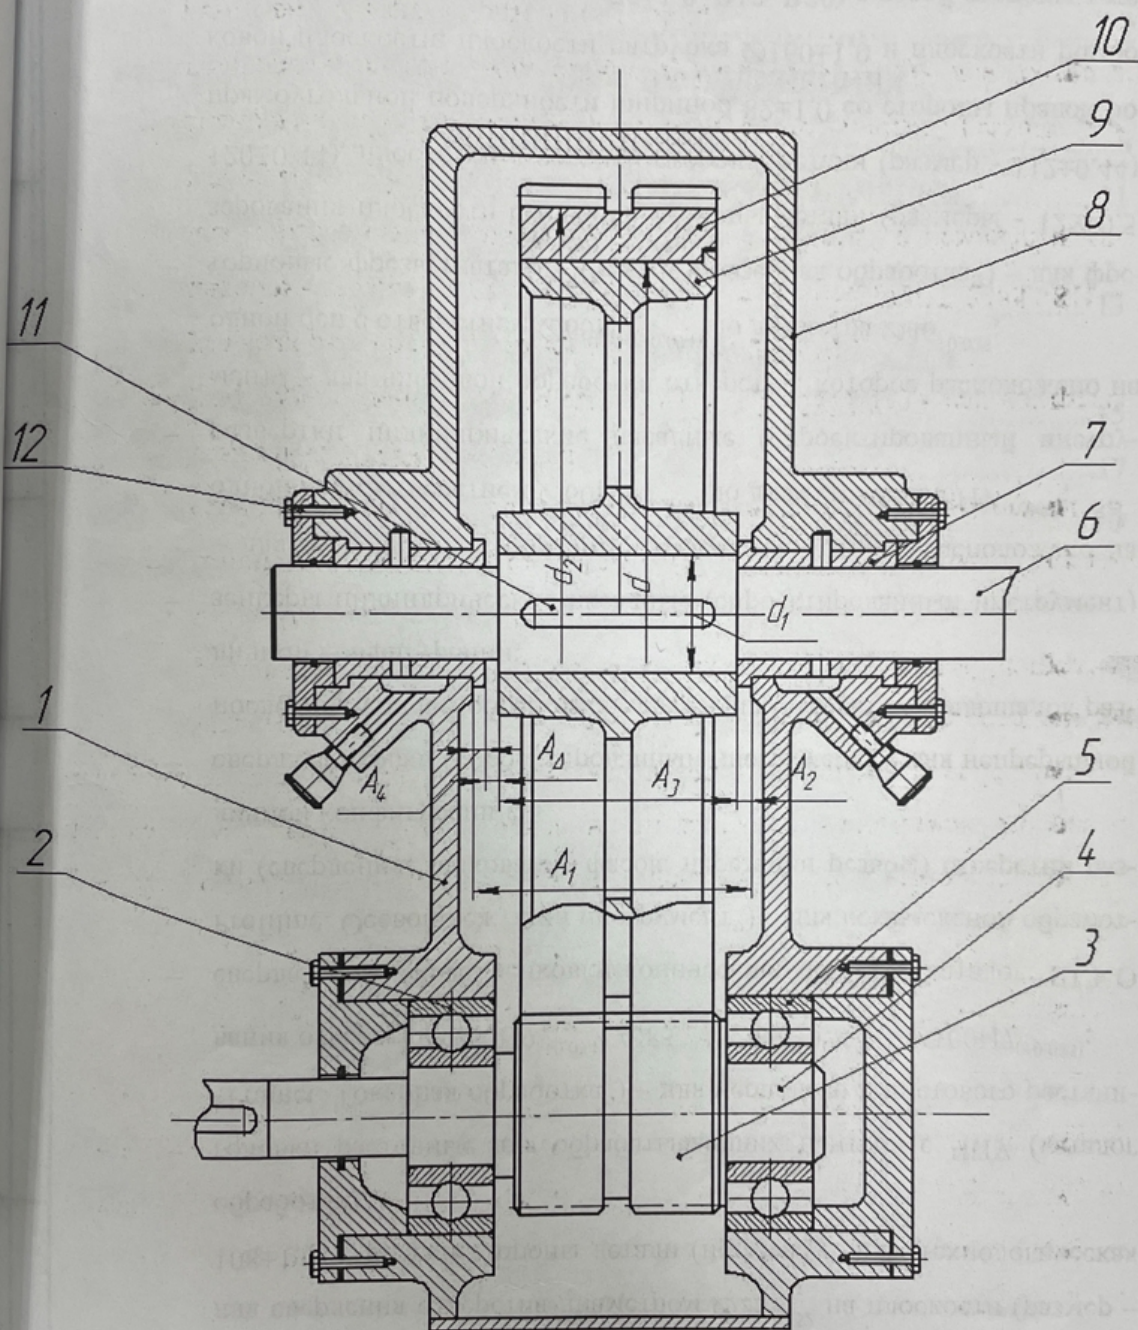

Рисунок 1 – Одноступенчатый редуктор
1. Описание работы одноступенчатого редуктора (рисунок 1).